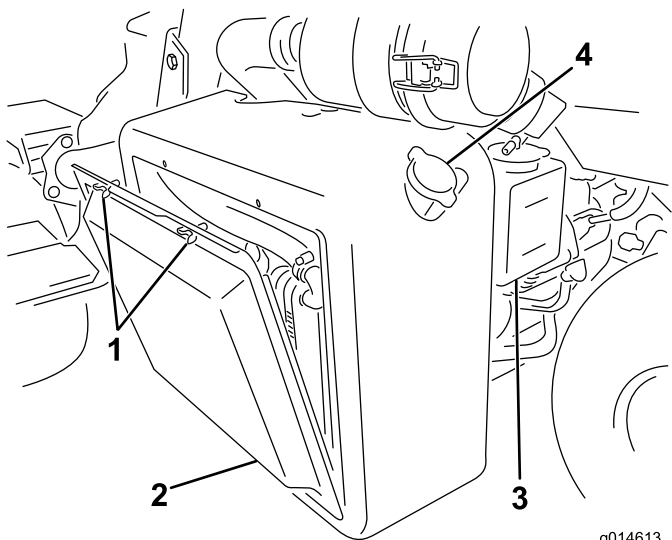
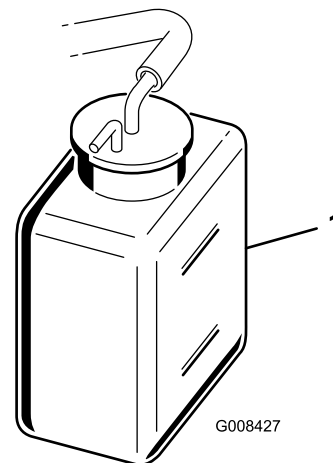

Figura 41
Figura 42
1. Îndepărtați ecranul radiatorului (Figura 41).
2. Verificai nivelul lichidului de răcire (Figura 41 și Figura 42).